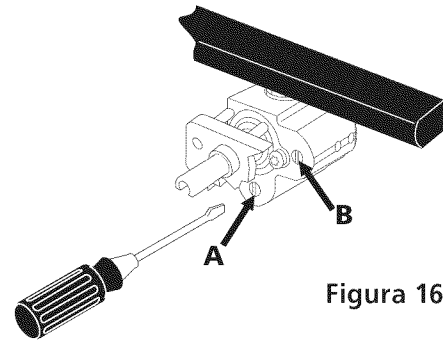

Figura 16
5. Ajuste bajo "LOW" para la válvula de quemador de superficie puente o doble (vea Figura 16) (algunos modelos)
- El tamaño de la flama de la porción posterior del quemador puente puede aumentarse o disminuirse dándole vuelta al tornillo **A** (vea Figura 16). Utilice el tornillo **B** para ajustar el tamaño de la llama de la porción central del quemador puente o del quemador doble. Dé vuelta en sentido opuesto de las manecillas del reloj para aumentar el tamaño de la llama. Dé vuelta en sentido a las manecillas del reloj para disminuir la llama. Ajuste la llama hasta que usted puede dar vuelta rápidamente a la perilla de la posición LITE a la POSICIÓN MÁS BAJA sin extinguir la llama. La llama debe ser tan pequeña como sea posible sin apagarse.